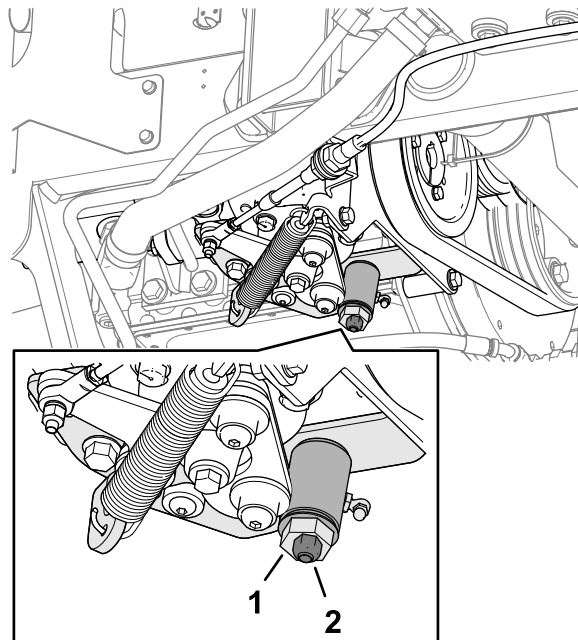

Figura 80
3. Serrate il dado di bloccaggio sulla camma di regolazione della trazione. (Figura 80).